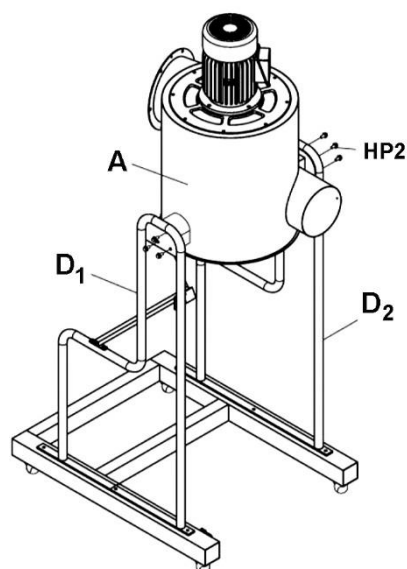

Figure 5
6. Positionnez le boîtier principal (A) entre les montants gauche et droit (D1,D2) et sécurisez avec six écrous à bride (HP2). Voir la Figure 5.